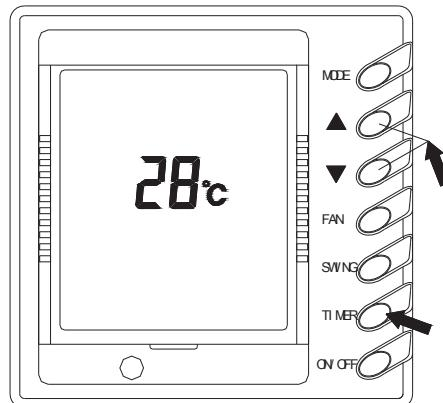

Рис. 2
★ Не допускайте изгибов и подъемов на дренажной трубке, или погружения ее конца в воду (Рис. 2).
1) Включение и выключение кондиционера (Рис. 2)
Внимание : На рис. 2 изображен дисплей пульта управления после включения питания, но **ДО** включения кондиционера. Когда подключено питание и провод пульта управления, то на дисплее отображается температура в помещении, независимо от того, работает кондиционер или остановлен. В данный момент на дисплее больше ничего не отображается, значит кондиционер не работает.